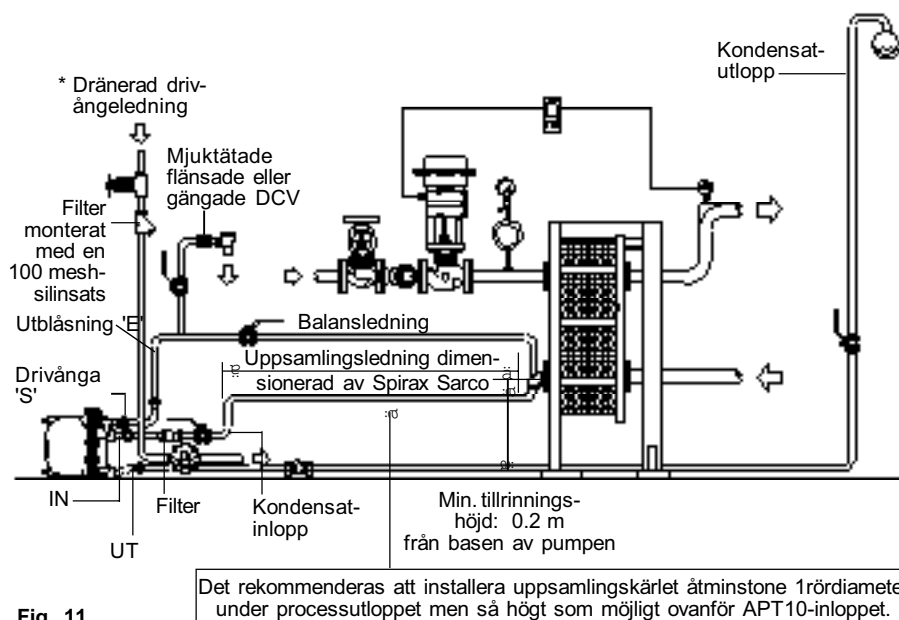

Fig. 11
Det rekommenderas att det här uppsamlingskärlet för kondensat är placerat åtminstone 1 rördiameter under processutloppet men så högt som möjligt ovanför APT10:s inlopp. Det är viktigt att ett filter av y-typ med en silinsats med 0,8-millimeters perforering från Spirax Sarco monteras i kondensatutloppet i APT10, vilket visas i Fig. 11.
APT10 har fyra anslutningsportar. DN20 (¾") porten som är markerad (IN) ska anslutas till utloppet av den utrustning som dräneras. DN20 (¾")-porten som är markerad (OUT) ska anslutas till kondensatreturledningen. En flödespil visar den korrekta flödesriktningen. DN15 (½")-porten som är markerad med (S), ånga ska anslutas till en dränerad drivångeledning. * **Det är viktigt att den här ledningen dräneras från kondensat hela tiden med en kondensatavledare från Spirax sarco tillsammans med ett filter med en silinsats med 100 mesh.** Den gängade DN15 (½")-porten som är markerad (E)-utblåsning, ska ha en balansledning så nära utrustningens kondensatutlopp som möjligt. Den här balansledningen måste alltid anslutas på ovansidan av kondensatröret, vilket visas i Fig. 11. **Obs:** APT10 kan fästas på en plan yta i de 2 x Ø12 mm hålen som är borrade i basen av höljet.